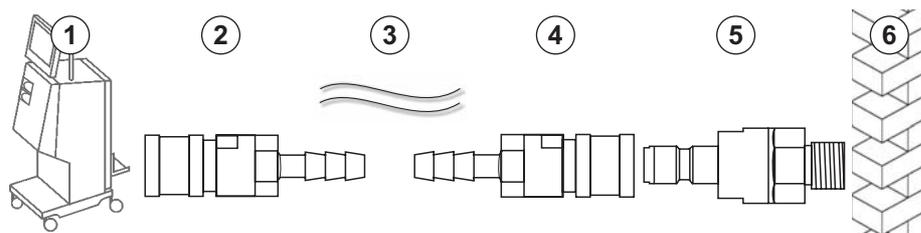
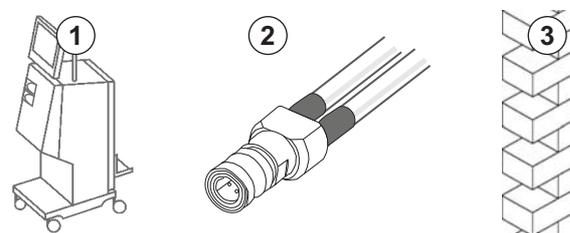

Fig. 4-4 Option 1 : raccords Aquaboss entrée d'eau
Fig. 4-5 Option 2 : raccord Aquaboss entrée d'eau pour boucle
- Option 1 : 2 raccords femelles (Fig. 4-4, ② , ④ ), diamètre intérieur du tuyau flexible 9 mm, matériau 1,4571 EPDM
- Option 1 : 1 raccord mâle ⑤ , matériau 1,4571 EPDM
- Option 2 (boucle disponible) : boucle secondaire avec adaptateur P-Y double sans bras mort (Fig. 4-5, ② )
Option 2 : une boucle est utilisée. Les tuyaux provenant et allant vers le mur doivent être fixés sur un raccord femelle (Fig. 4-5, ② ).
1. Connecter le raccord femelle ② directement à l'appareil.